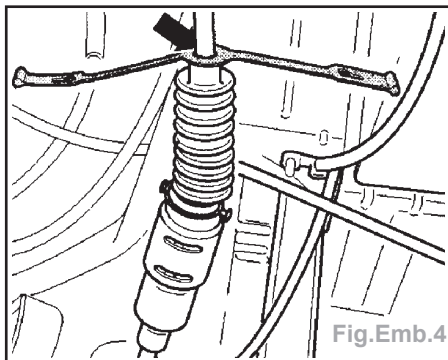

Fig.Emb.4
- Accrocher l'oeillet de l'attache au-dessus de la gaine de protection (Fig.Emb.4).